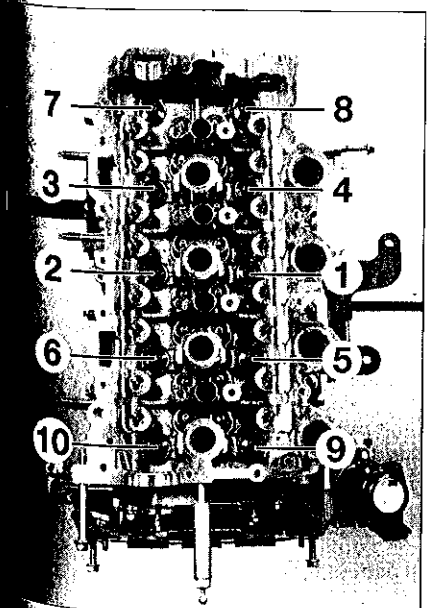

FIG. 43
- Serrer les vis de culasse en respectant l'ordre et le couple de serrage (Fig.43).